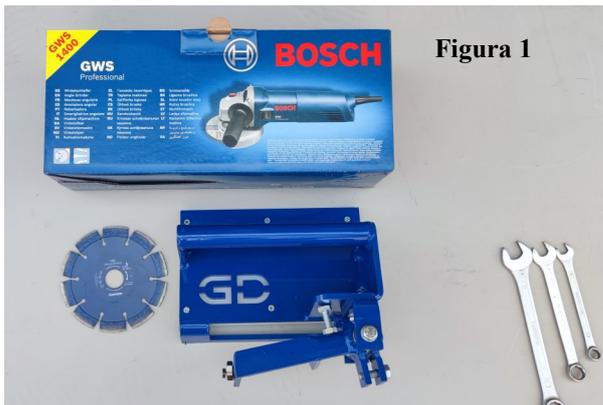

Figura 1
**RECEPCION DEL MATERIAL SEGÚN LO QUE SE SOLICITE (Figura 1) Y MONTAJE DE CARCASA PROTECCIÓN CON DISCO EN LA MÁQUINA QUE VAYAMOS A USAR (figura 2)**